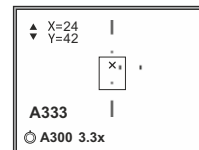
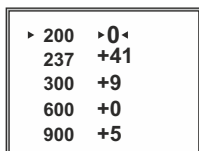

Fig.5
Fig.8
- Rotando el regulador, desplace la cruz auxiliar con respecto a la retícula hasta que la cruz auxiliar no coincida con el punto de impacto (Fig.5).
- **¡Atención!** La cruz auxiliar puede desplazarse solamente dentro de los límites del cuadro limitador (Fig.5), lo que determina la banda de comprobaciones: 80 clics por la horizontal (+40/-40) 100 clics por la vertical (+50/-50).
- Los valores (por ejemplo, +41; +9; -19) indicados a la derecha de las distancias muestran la cantidad de clics en el eje Y, en que la posición de la retícula en otras distancias se diferencia de la posición de la retícula en la distancia básica (**Fig. 8**). La indicación de la distancia utilizada se representa en la pantalla en el renglón del estatus (por ejemplo **© A300**, : el perfil del arma **A**; la distancia de tiro de reglaje de 300 m) (**Fig.5**). Para modificar las coordenadas del tiro de reglaje para las distancias que se tienen: